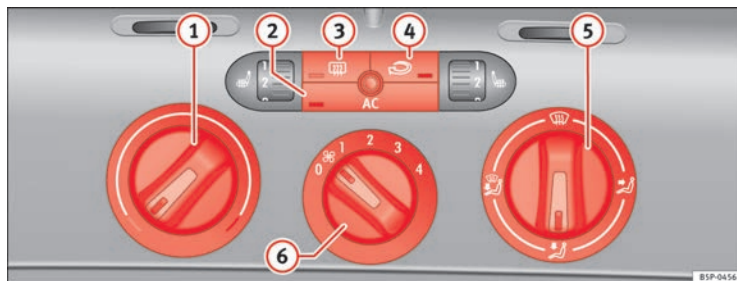

Abb. 126 In der Instrumententafel: Bedienelemente der Climatic
- Mit den Reglern ⇒ Abb. 126 ① und ⑤ und mit dem Schalter ⑥ stellen Sie die Temperatur, die Luftverteilung und die Gebläsestufe ein.
- Drücken Sie die jeweilige Taste ②, ③ oder ④, um eine Funktion ein- oder auszuschalten. Bei einer eingeschalteten Funktion leuchtet die Kontrollleuchte unten an der Taste auf.
① Temperaturregler ⇒ Seite 169.
② Taste **AC** – Klimaanlage ein-/ausschalten ⇒ Seite 169
- ③ Taste – Heckscheibenbeheizung. Etwa 20 Minuten nach dem Einschalten wird die Beheizung automatisch ausgeschaltet. Sie lässt sich vorzeitig durch Drücken der Taste ausschalten.
- ④ Taste – Umluftbetrieb ⇒ Seite 170
- ⑤ Luftverteilungsregler ⇒ Seite 169.
- ⑥ Gebläseschalter. Der Luftstrom ist in vier Stufen einstellbar. Das Gebläse sollte bei langsamer Fahrgeschwindigkeit immer auf der niedrigsten Stufe mitlaufen.
- Schalten Sie die Klimaanlage mit der Taste ⇒ Seite 168, Abb. 126 ein.